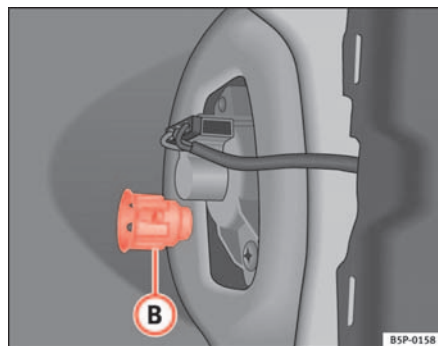

Fig. 182 Luz de población/freno
- Desenrosque la pieza de plástico ⇒ fig. 182 **B** que fija el piloto. Para iniciar el giro le puede ser de ayuda, insertar el destornillador en dicha pieza.